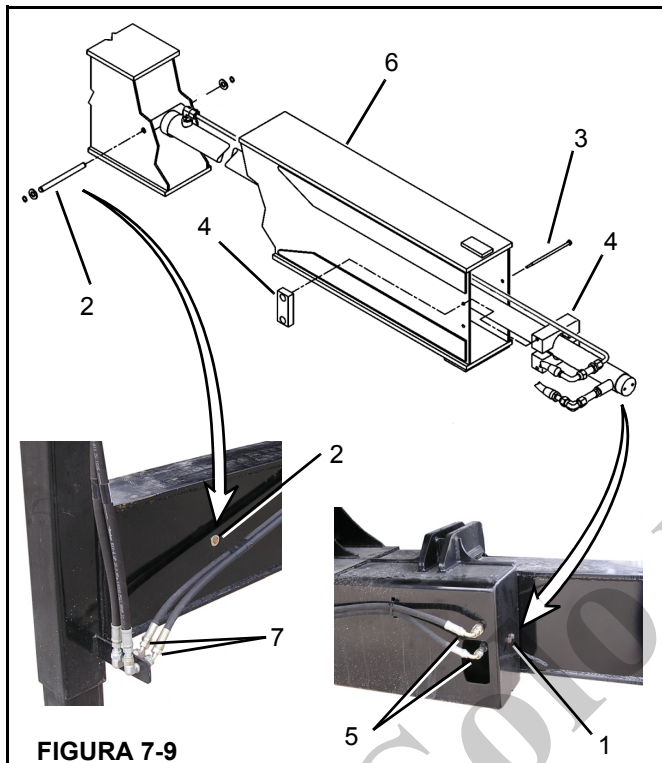

FIGURA 7-9
3. Marque y retire las mangueras hidráulicas que están conectadas a los cilindros de extensión (5, Figura 7-9) y de estabilizadores (7).
4. Saque los pernos (1) que fijan el tubo del cilindro de extensión a la caja de estabilizadores.
1. Retire el pasador de la varilla del cilindro (2, Figura 7-9).
2. Saque los pernos (3) de las almohadillas de desgaste del cilindro (4).